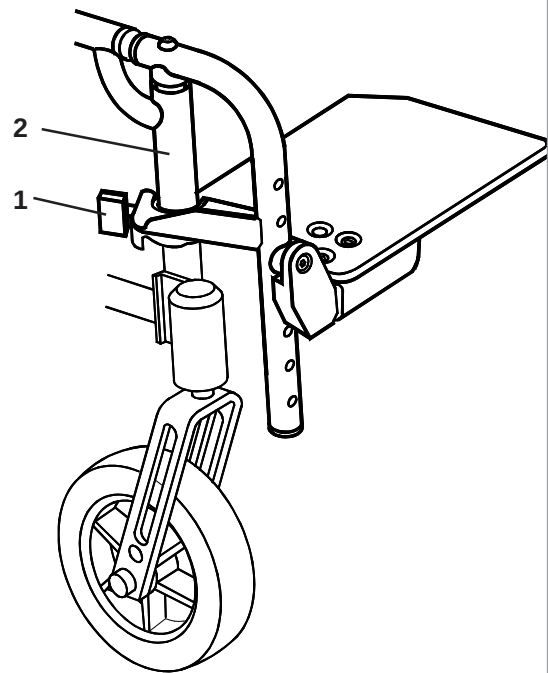

Fig. 17
Voor het ontgrendelen van een beensteun (Fig. 17), duwt u de ontgrendelhendel (1) naar het frame (2) toe, en draait u de beensteun naar buiten. Voor het verwijderen van een beensteun, tilt u de beensteun verticaal uit de geleider.